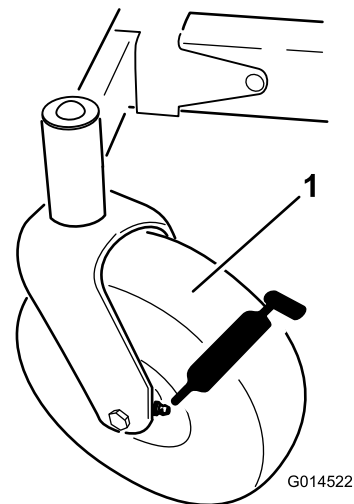
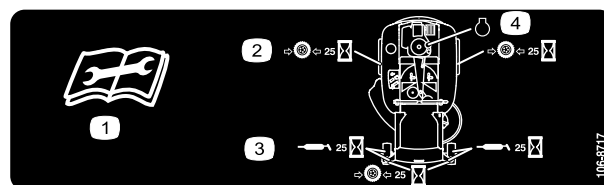

Figure 25
Figure 26
3. Nettoyez les graisseurs (Figure 25 et Figure 26) à l'aide d'un chiffon. Grattez la peinture qui pourrait se trouver sur les graisseurs.
4. Raccordez une pompe à graisse à chaque graisseur (Figure 25 et Figure 26). Injectez de la graisse dans